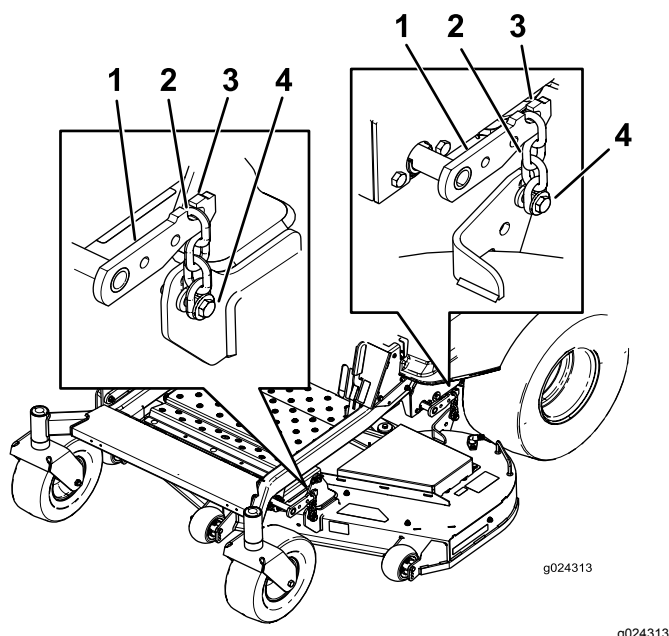

Figura 64
3. Retire las cadenas de los ganchos de los brazos de elevación de la carcasa (Figura 64).
6. Eleve la parte trasera de la carcasa de corte y conecte las cadenas a los brazos de elevación traseros (Figura 64).
7. Conecte las cadenas delanteras a los brazos de elevación delanteros (Figura 64).